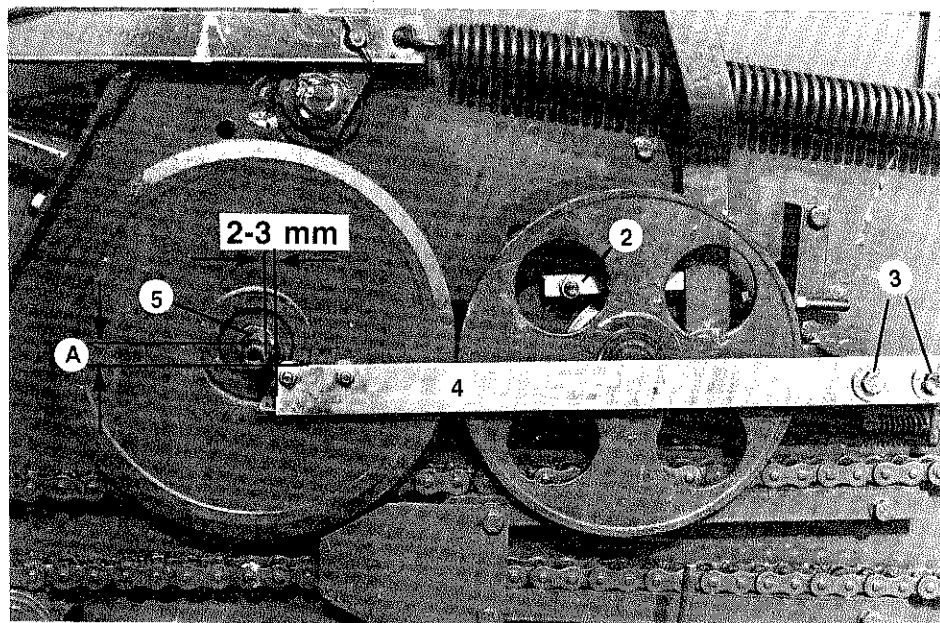
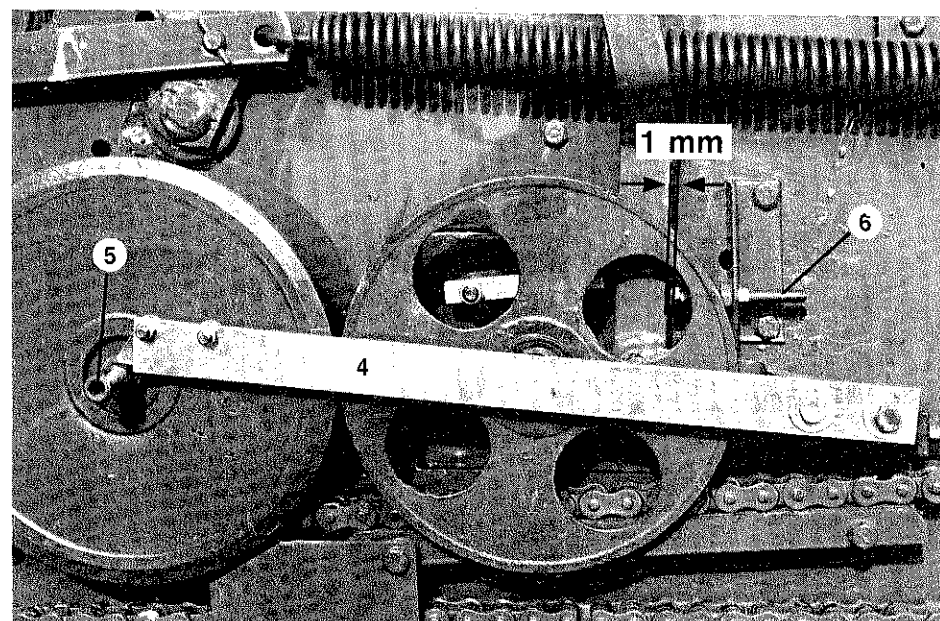

Abb. 39
Abb. 40
1. Schiene 4 auf Schraube 5 legen (Abb. 40).
3. Zollstock 1 oder eine gerade Schiene von hinten in die Lücke zwischen Gummi und Alu-Rolle schieben und gleichzeitig an der hinteren Rahmenkante anlegen. Mit dem Zollstock 2 den Abstand von der Messerspitze bis zur Innenkante des Zollstocks 1 messen. Der Abstand sollte bei allen Messern größer als 5 mm sein. Um den Abstand um 1 mm zu vergrößern muß das Maß A, Abb. 39, um 3 mm vergrößert werden. Wird der Abstand A, Abb. 39, verstellt, dann muß anschließend der Abstand von 1 mm in Abb. 40 wieder neu eingestellt werden.
- Nach Beendigung des Startvorganges legt sich die Raste an der Federschiene 4 (Abb. 40) in den Gewindegang der Einstellschraube. Ist dies nicht der Fall, so muß die Einstellung der Netzwickelvorrichtung und die Funktion der Raste geprüft werden.